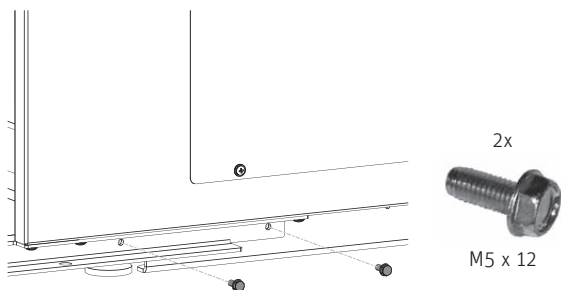

Fig. 69 Avvitare la parete laterale con 2 viti TT
- Avvitare la parete laterale destra in basso con 2 viti TT M5 x 12 – Fig. 69.